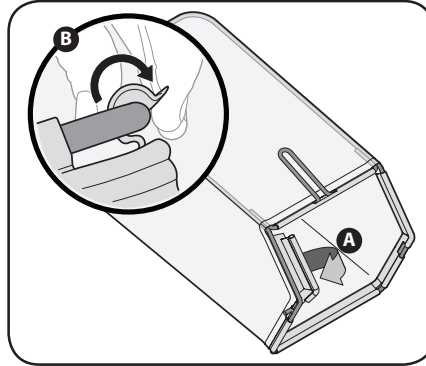

Figura 2-14
- Tire de la palanca de ajuste de altura hacia la rueda (la unidad tenderá a caer cuando la palanca se mueve hacia afuera). Vea la Figura 2-14.